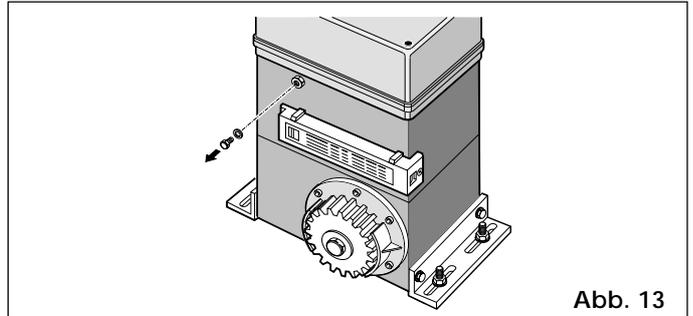

Abb. 13
7) Die Entlüftungsschraube abnehmen und aufbewahren (s. Abb. 13).